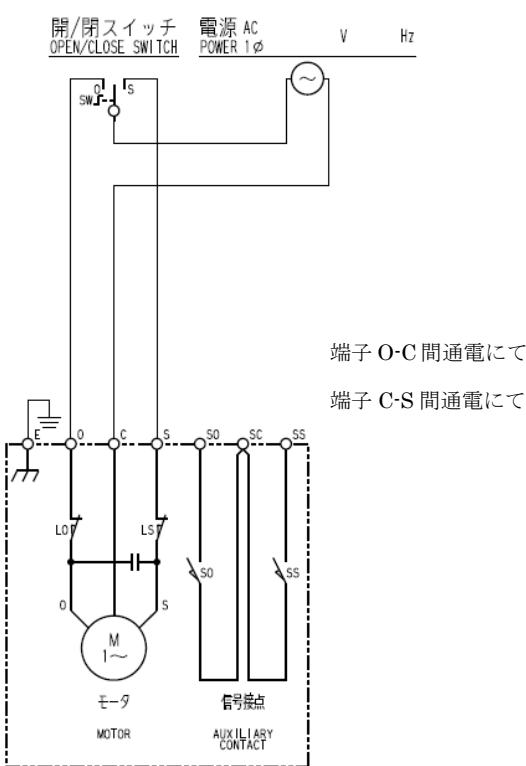

図 6 : B 形 内部接続図
- (1) 製品カバーを取り外すと端子台が現れます。カバーとハウジングの間にはOリングが入っていますので、紛失したり傷を付けないように注意してください。
- (2) 適正ケーブルを選定し、端子台に配線する電線は長さ調整し、端末処理をしてください。
- (3) ③ボディから⑪～⑬の部品を取り外し、⑦セットスクリューを緩めます。
⑧グランドを取り外し、⑨スクリューを緩め、⑩クランプにケーブルが通るように広げておきます。また、④パッキンと⑥ワッシャーを③ボディから取り外しておきます。
- (4) ハウジングねじ部に③ボディをねじ込みます。
①Oリングがハウジングに当たるまで締め付けた後、②ロックナットを締め付けます。
- (5) ④パッキンにケーブルを通します。この際には⑬カップリング、⑪カバー、⑧グランド、⑥ワッシャーを通してから④パッキンを通して、③ボディに組み込みます。
- (6) ケーブル位置を調整し、④パッキンと⑥ワッシャーを奥まで押し込み、⑧グランドを手で止まるまでねじ込みます。図6、7に標準接続図を示します。端末処理した電線を端子台へ接続してください。その後トルクレンチを用いて⑧グランドを適正トルクで締め付けます。